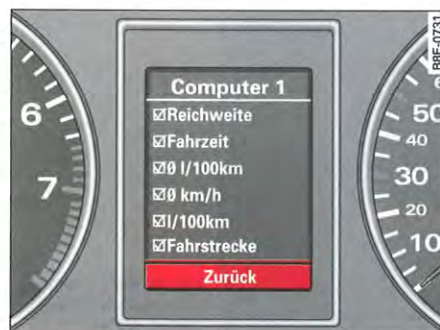

Fig. 32 Écran : sélection du menu Computer 1 (Ordinateur 1), Zurück (Retour)
- Pressez la commande à bascule jusqu'à ce que la fonction **Retour** soit sélectionnée $\Rightarrow$ fig. 32 et pressez la touche **[Reset]** pour revenir au menu supérieur.